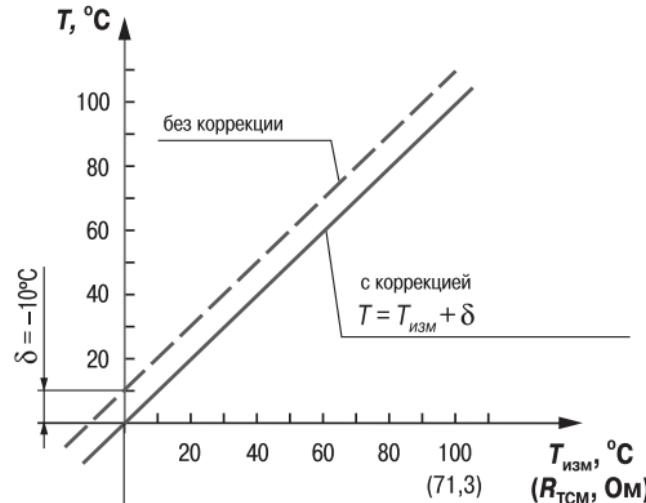

Рис. 2
3.1.4.3.2. Для компенсации погрешностей $\Delta R = R_0 - R_{0,TCM}$, вносимых сопротивлением подводящих проводов R_{TCM} , к каждому измеренному значению параметра $T_{изм}$ прибавляется заданное пользователем значение δ . На **рис. 2** приведен пример сдвига характеристики для датчика TCM50M, $W_{100} = 1,426$.